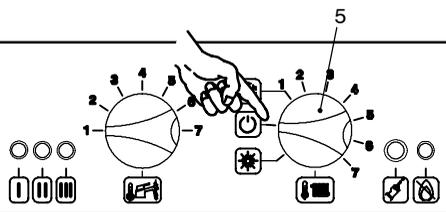

fig. 7.10
- Posizionare il selettore 5 come indicato in fig. 7.10 per uscire dalla programmazione.